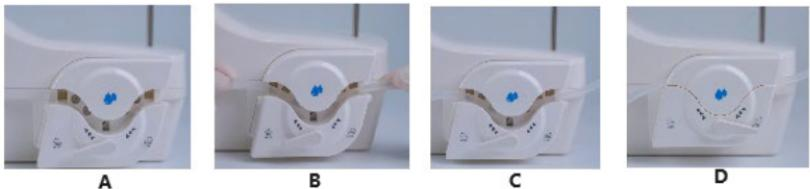

Fig.2
El pedal de control del Surgic Star SE/Surgic Star no debe activarse cuando la puerta de la bomba peristáltica esté abierta (Fig.2-Ref.A). Las piezas móviles podrían lesionar al operador.
- Abra la puerta (Fig.2-Ref.A) hasta el tope.
- Colocar el tubo en el rodete (Fig.2-Ref.B,C).
- Cierre completamente la puerta (Fig.2-Ref.D).
El pedal de control de la Surgic Star SE/Surgic Star no debe activarse cuando la puerta de la bomba peristáltica esté abierta. (Fig.2-Ref.A). Las piezas móviles podrían lesionar al operador.